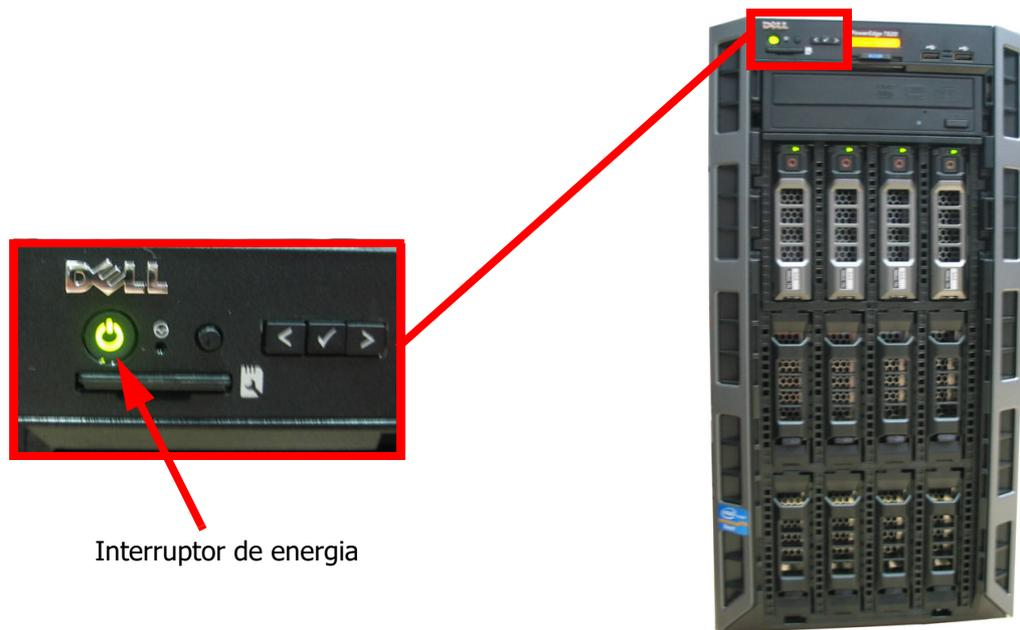

Figura 150: O interruptor de energia está localizado no painel frontal da estação de trabalho (exibido com a tampa removida)
5. Desligar a estação de trabalho primária pressionando brevemente o interruptor de energia (consulte Figura 150).